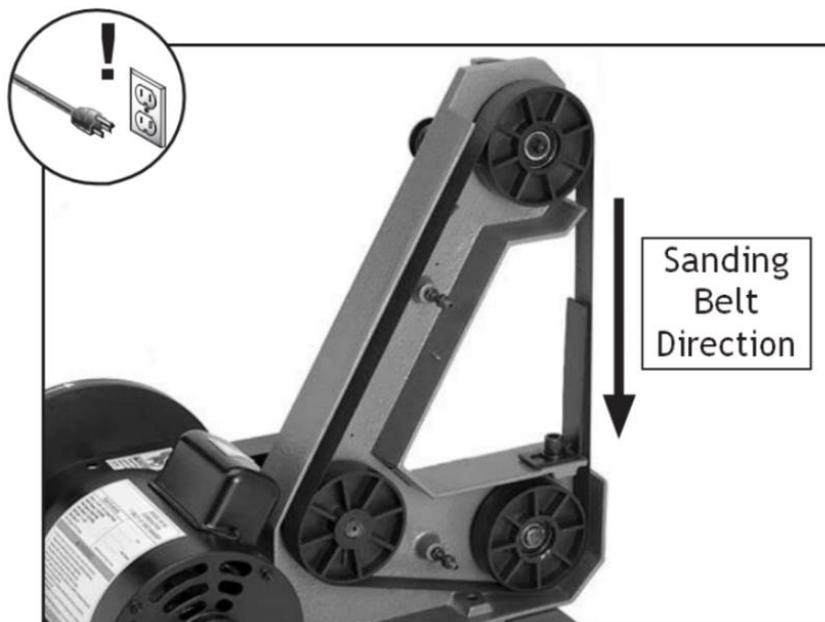

Рис. 32. Крышка шлифовальной ленты снята.
2. Отвинтите две ручки от крышки шлифовальной ленты и снимите крышку с шлифовальной машины (см. рис. 32).